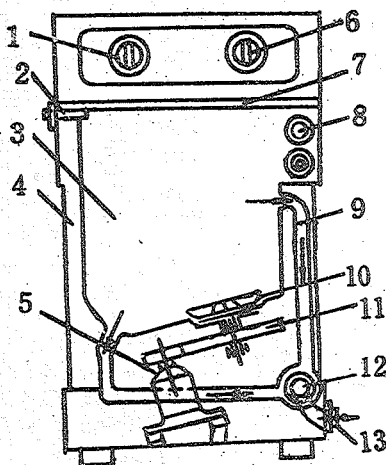

图 2
2. 普通波轮式：如图 2 所示，在洗涤桶下方有一个硬塑料制成的波轮，与水平面的倾斜角为  $10^{\circ} \sim 15^{\circ}$ ，转速一般  $300 \sim 700$  转/分。